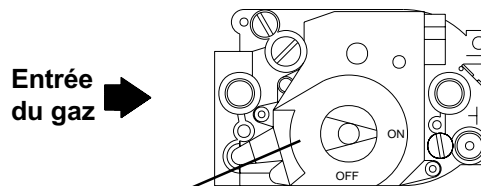

Figure 1. Manette de contrôle du gaz montrée ici en position "ON"
7. Attendre cinq (5) minutes pour être sûr que le gaz n'arrive plus. Si vous sentez alors le gaz, **ARRÊTEZ !** et suivez le point B des consignes de sécurité ci-dessus. Si vous ne sentez rien, avancez à l'étape suivante.
8. Tourner la manette de contrôle du gaz à l'inverse des aiguilles d'une montre en position ON.  Voir fig 1.